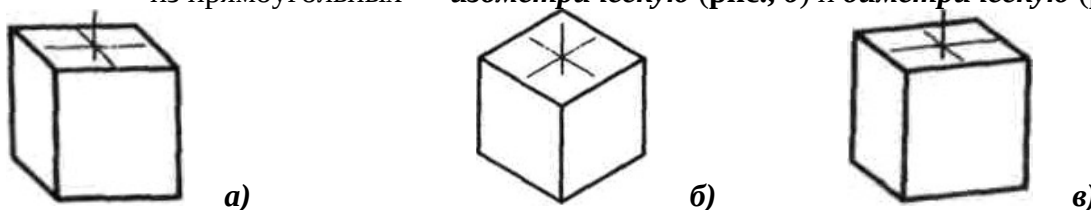

Рисунок 1- Различные виды аксонOMETрических проекций
- из косоугольных — **фронтальную диметрическую** (рис.1, а),